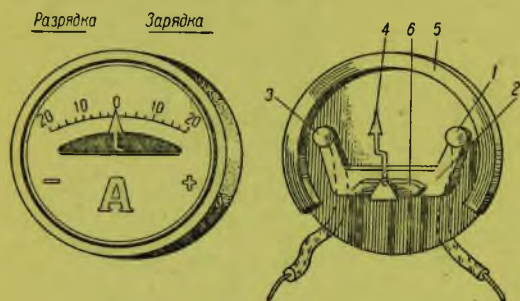

Рис. 159. Амперметр и его устройство
Амперметр — прибор, измеряющий силу тока. Устройство его несложно (рис. 159). Ток из аккумулятора, подходя к клемме (1), устремляется по проводнику (2) к клемме (3).